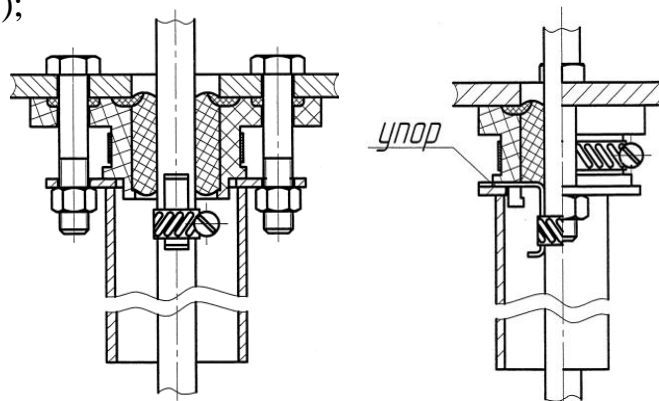

Рис.3. Герметизирующий комплект в установленном виде
Герметизирующий комплект в установленном виде показан на рис.3.
- установить упор в паз на вкладышах и закрепить малым хомутом на кабеле (см. рис.3);